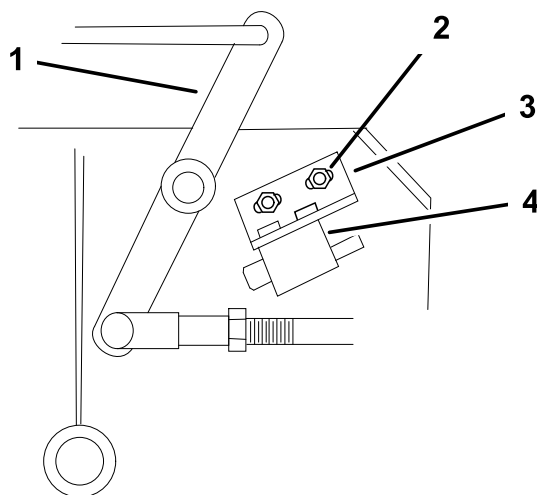

Figura 51
- Si es necesario, ajuste el interruptor de seguridad de la cuchilla aflojando los pernos que sujetan el soporte del interruptor (Figura 51).
Nota: Asegúrese de que la palanca acodada **no** toca el cuerpo del interruptor, porque esto podría dañar el interruptor (Figura 51).